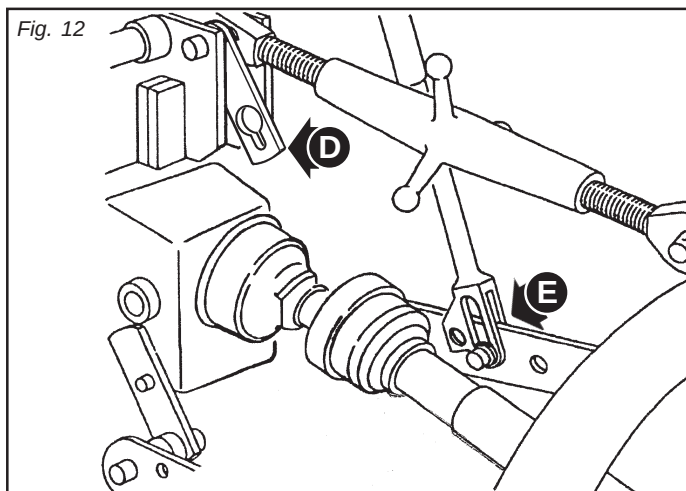

Fig. 12
- 2) Posizionare la piastra (D, Fig. 12) alla destra del tirante, solidale sulla stessa spina. Questi particolari servono per attaccare la molla di alleggerimento (Fig. 14).
I 2 tiranti inferiori dell'attacco a tre punti devono essere dotati di un foro ad asola di almeno 5 cm di corsa ed essere in posizione flottante (E, Fig. 12). La non osservanza di questa norma può essere causa di forti sollecitazioni da parte del trattore al telaio della falciatrice, perché l'assale anteriore del trattore è snodato e segue le irregolarità del terreno indipendentemente dal resto del trattore, quindi anche dall'attacco a tre punti. Perciò in caso di danni conseguenti all'inosservanza di quanto sopra detto, la MASCHIO GASPARDO S.p.A. non si assume alcuna responsabilità, neanche se i danni sono avvenuti durante il periodo di garanzia della falciatrice.